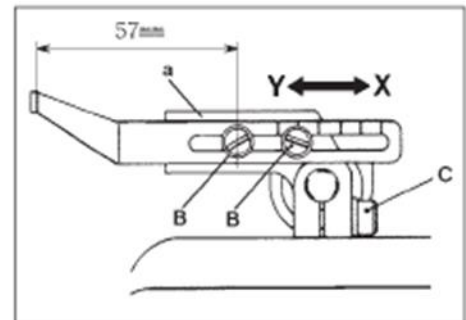

Fig. 18
Debe haber 57 mm desde el centro del tornillo (B) al ojete del Tira-hilos de la Aguja (A) cuando la Barra de la Aguja esté en su posición más alta y también la porción (a) del Soporte de Tira hilos de la Aguja es horizontal. (Fig. 18) Ésta es la posición normal del ojete (A) * Para ajustar la posición del ojete del Tira hilos de la Aguja, afloje el tornillo (C) y haga la porción (a) del soporte del Tira hilos horizontal cuando la Barra de la Aguja esté en la posición más alta.* Ajuste la posición del ojete del Tira-hilos (A) hacia la derecha o izquierda, aflojando los 2 Tornillos (B) y mueva el ojete para la derecha o izquierda.